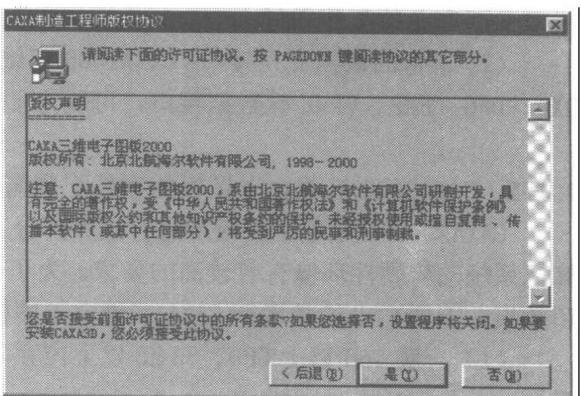

图 1-2
2) 许可协议（见图 1-2）。如果您接受此协议，请选“是”，继续安装，如果您不接受此协议，请您选“否”，退出安装程序。